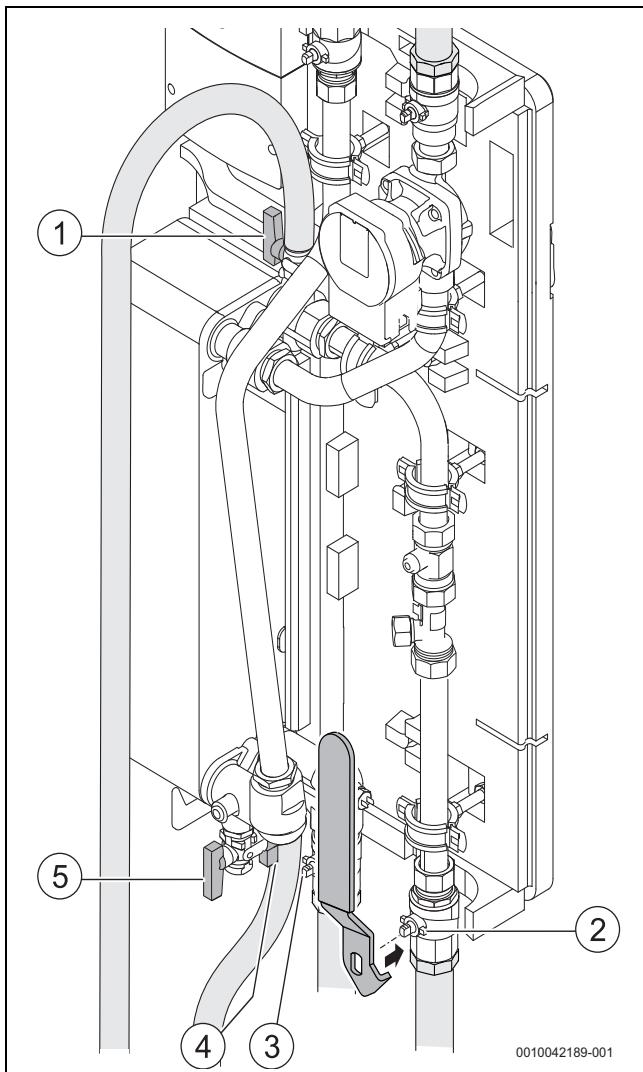

Bild 66 Wartung Frischwasserstation
- Um den Wärmetauscher zu entleeren: Füll- und Entleerhähne und öffnen (→ Bild 66 [4, 5], Seite 29).